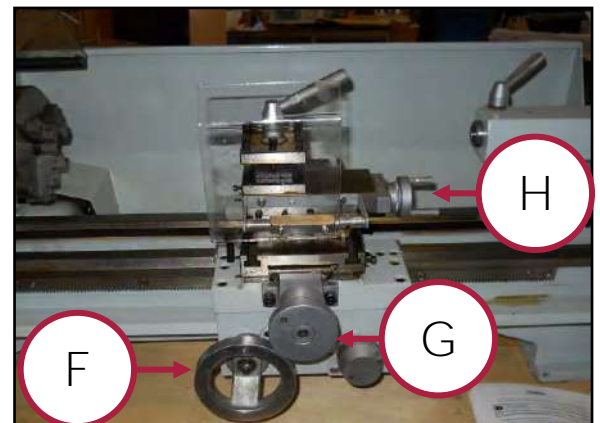

Figura 16 – Volantini carrello porta utensili.
7. Regolare la posizione del carrello e delle slitte porta utensile, utilizzando le leve ed i volantini appositi (figura 16).
- Regolare la posizione del carrello utilizzando l'apposito volantino (F, figura 16).